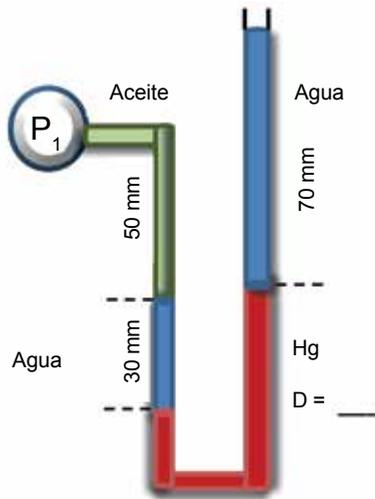

Figura 13. Problema h.
- h) En el manómetro de la figura 13 hay tres líquidos. Determine la altura d cuando la presión en 1 es 10 kPa manométricos. Datos: la densidad relativa del aceite es 0.8 y la densidad relativa del Hg es 13.6.